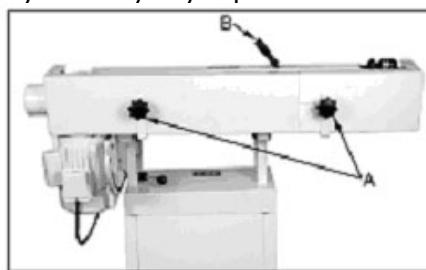

Рис. 4
Ослабив рукоятки (A) Рис. 4, снимите кожух шлифовальной ленты. Вытащите шлифовальную ленту и упор.